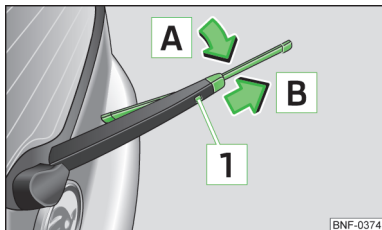

Fig. 33
- Ridicați brațul ștergătorului de lunetă de pe lunetă și basculați puțin lamela ștergătorului de lunetă în sensul brațului ștergătorului de lunetă, săgeata **A** » fig. 33.